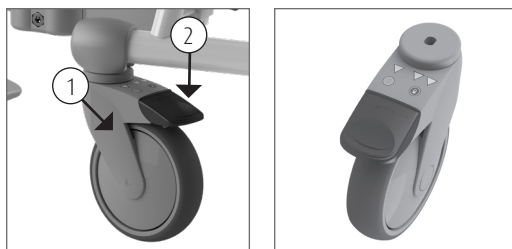

Figure 2. Roue directionnelle / à frein.
Pour bloquer la direction de la roue, abaissez la languette noire. N.B. Assurez-vous de bien abaisser la languette noire (1) (Cf. figure 2) pour verrouiller la direction. Abaisser la languette noire deux positions vers le bas bloquera la roue. Pour déverrouiller une nouvelle fois la direction, relevez cette languette en appuyant sur la partie supérieure de celle-ci (2) (Cf. figure 2).